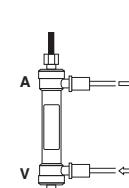

Fig.5 / Abb. 5 / Εικ. 5
- 7) Conecte as linhas do dialisado às portas do dialisado para que o dialisado flua atualmente contra o fluxo sanguíneo. Remova as bolhas de ar e enxágue o lado do dialisado com o dialisado fluindo a cerca de 500 mL/min. (Fig. 5) Deixe o dialisado fluir por pelo menos 5 minutos. Evite qualquer ultrafiltração durante este procedimento.